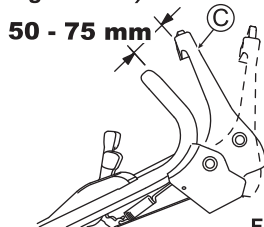

Fig. 25
Ajuste de maneira que a lâmina comece a girar quando a distância entre a alavanca da lâmina (C) e a manopla for de 50 - 75 mm com o botão amarelo pressionado, como mostrado na fig. 25.